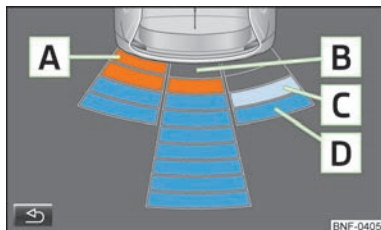

Abb. 65
- A** Ein im Kollisionsbereich erkanntes Hindernis wird durch das orangefarbene Segment dargestellt » Abb. 65. **Nicht weiterfahren!**
- Durch das Antippen der Funktionstaste  im Bildschirm des Multifunktionsgeräts » Abb. 65.